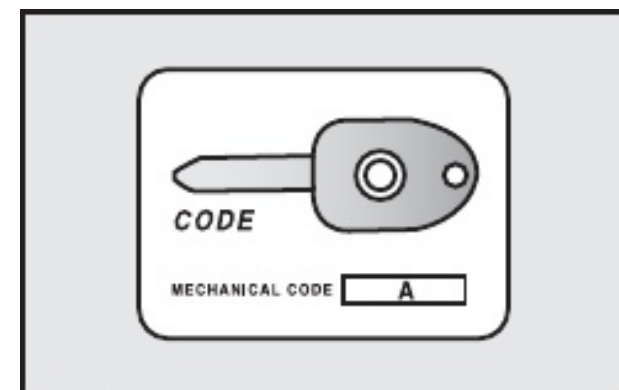

fig. 2
- destravamento do porta-malas por meio do controle remoto (chave **B**-fig. 2);
- travamento/destravamento das portas por meio do controle remoto (chave **B**-fig. 2).
Com o conjunto de chaves é entregue o CODE CARD **fig. 2** no qual é indicado:
A-fig. 2 - O código mecânico das chaves a comunicar à **Rede Assistencial FIAT** para pedir cópias das chaves.